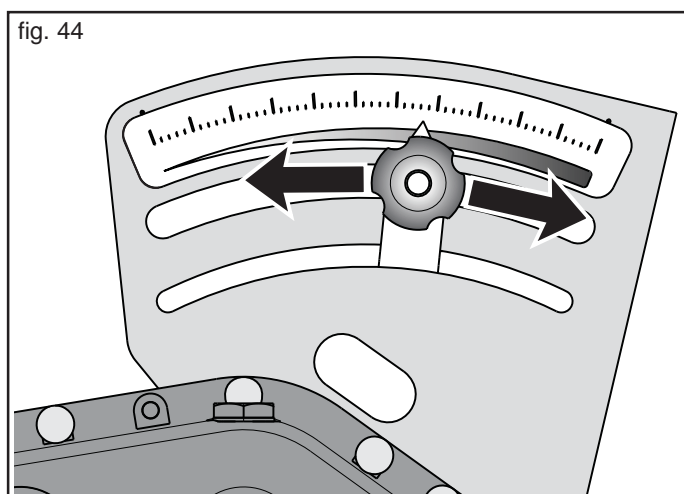

fig. 44
- 7) ... colocar la palanca en el fondo de la escala "55", colocarla nuevamente en "0" (cero) y luego colocarla sobre el valor seleccionado (en función de la cantidad de producto a distribuir) utilizando el pomo de regulación (Fig. 44).